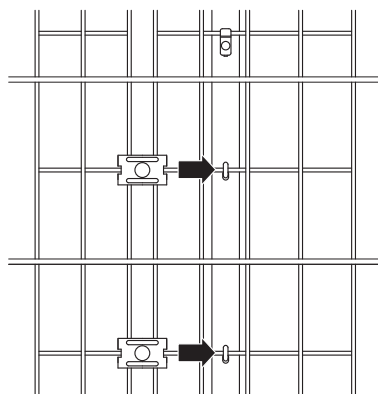

図2-7
- 本体連結継手A、本体連結継手Bの固定位置は2、3段目のフックボルトをかけた横線材を目安にしてください。(図2-7参照)